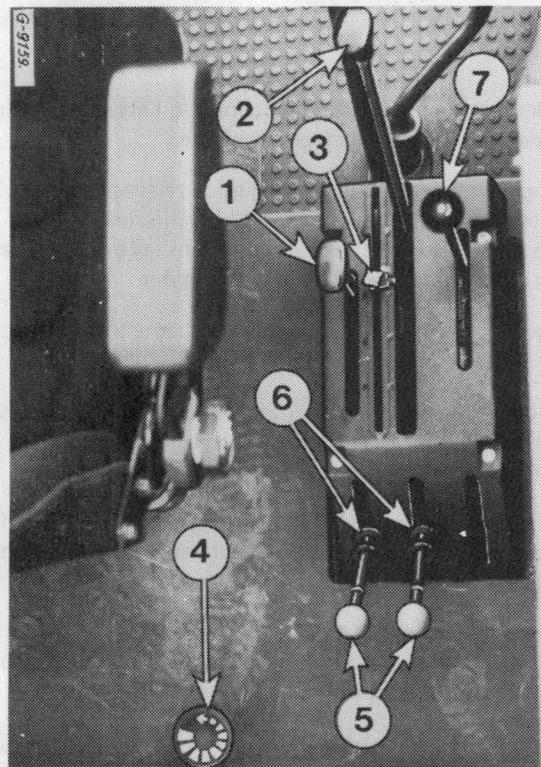

Figure 37
Le tracteur est équipé d'un système hydraulique conçu pour fonctionner en contrôle de position (position uniforme de l'instrument par rapport au tracteur) ou en contrôle de traction (permettant de garder des profondeurs de travail uniformes). Le levier de pré-sélection est représenté en (1), fig. 37.
Déplacez le levier de pré-sélection (4), fig. 37 complètement en arrière en «Contrôle de position».
Le relevage est commandé par le levier (2, fig. 37). Chaque position du levier correspond à une position de l'arbre de relevage, donc de l'outil par rapport au sol.
Schéma de fonctionnement du levier de commande (2, figure 37)
Placez le levier de pré-sélection (1), fig. 37 a fond vers l'avant en position «Contrôle d'effort».
La vitesse de descente peut être modifiée à volonté à l'aide de la manette de réglage de descente (4), fig. 37.